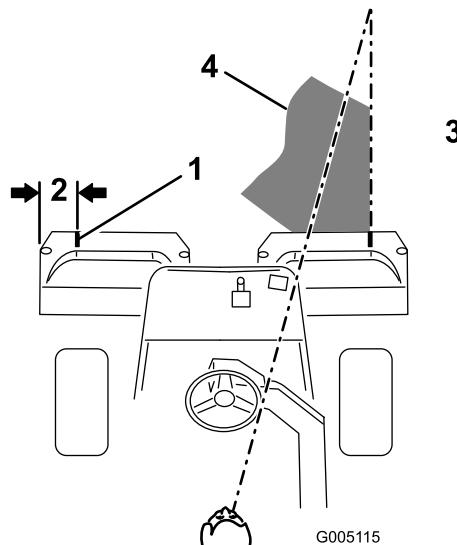

图 10
2. 在每个斗的外沿并行粘一个白色胶带或画一条线(图10)。